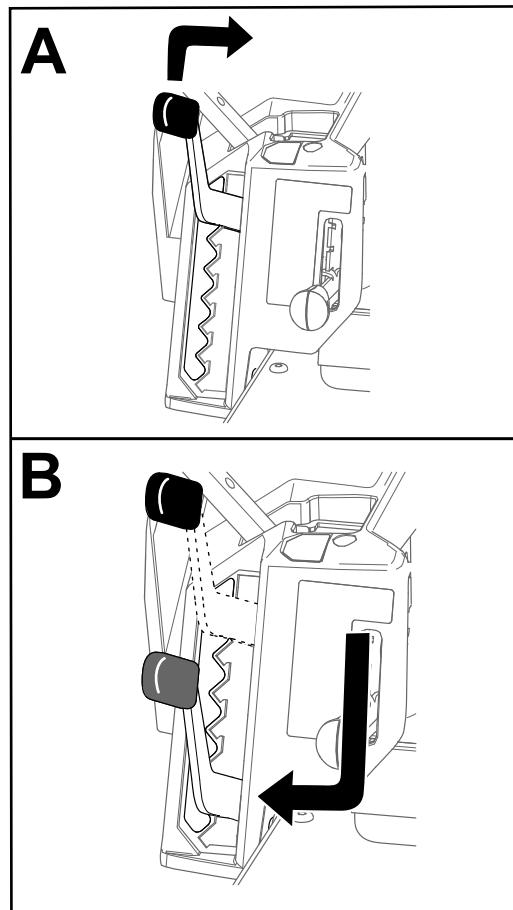

Figura 29
**Notă:** Poziția de transport este cea mai înaltă poziție de tăiere sau înălțimea de tăiere de 114 mm, aa cum se arată în Figura 29.
Putei regla înălțimea de tăiere de la 38 mm până la 114 mm, în trepte de 13 mm. Înălțimea de tăiere este controlată de maneta situată în dreapta poziei de operare (Figura 29).